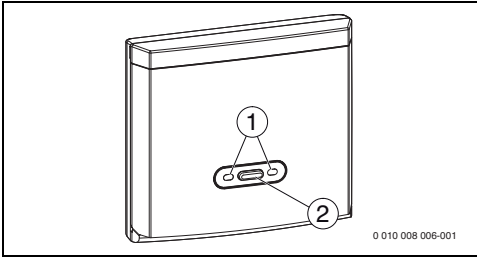

Fig. 22 Módulo emisor
- ▶ Pulsar el botón de registro en el módulo emisor (→ fig. 22, pág. 14).
- ▶ Pulsar el botón de registro en el módulo emisor (→ fig. 22, pág. 14). El LED verde empieza a parpadear.